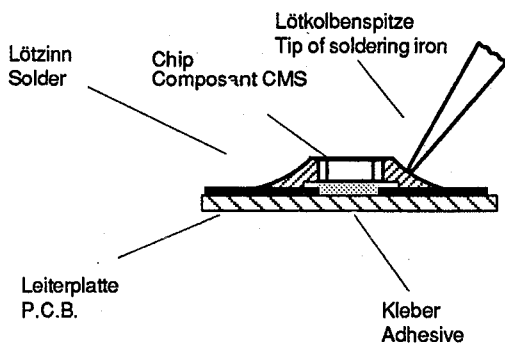

Fig. 1
1. CHIP- Lötstelle mit Sauglitze absaugen (Fig. 1).
1. Clean the CHIP soldering point with a solder wick (Fig. 1).